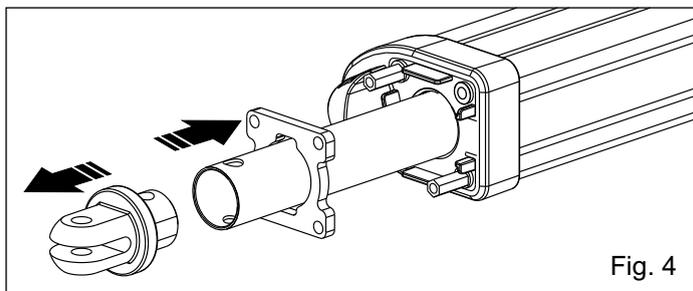

Fig. 4
4. Estrarre la forcella anteriore ed inserire la piastra forata nello stelo come in Fig. 4.